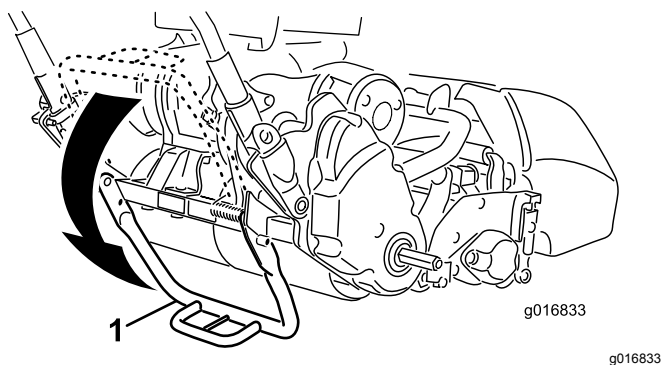

Figura 9
1. Utilize o pé para empurrar o centro do apoio para baixo e puxe o apoio da pega até que o apoio tenha rodado para a frente, sobre o centro (Figura 9).